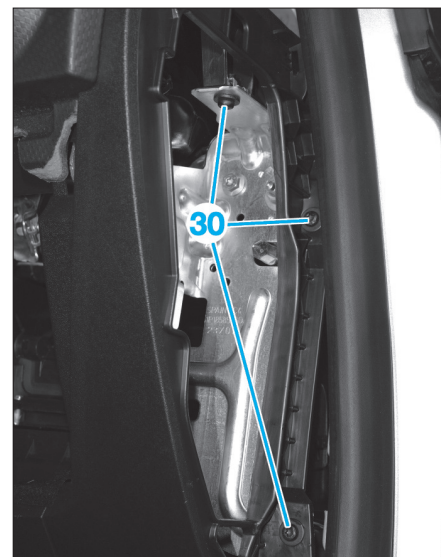

Fig. 52
- De chaque côté, déposer les 3 vis extérieure (30) de la planche de bord (Fig.52).